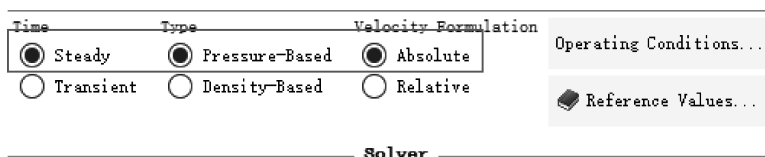

图 11-119 求解算法控制
(1) 单击 Ribbon 功能区【Setting Up Physics】，选择时间为稳态【Steady】，求解类型为压力基【Pressure-Based】，速度方程为绝对值【Absolute】，如图 11-119 所示。